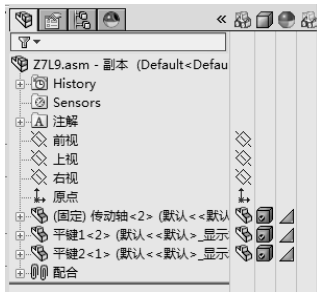
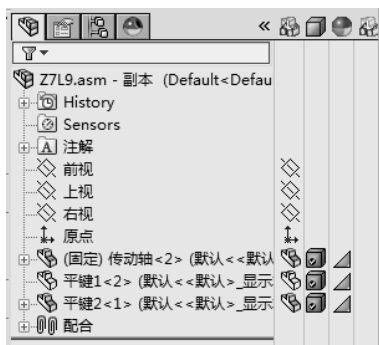
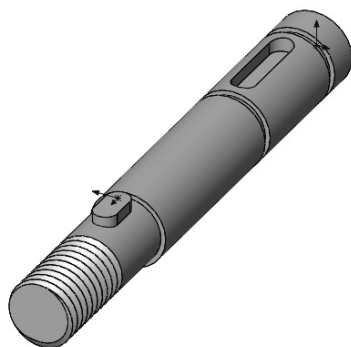

图 7-72 展开显示窗格
图 7-73 为“平键 1”零件单击选取隐藏
图 7-74 隐藏“平键 1”后的传动轴装配体
- [2] 单击 FeatureManager 窗格(位于标签右边)顶部的  可展开显示窗格, 如图 7-72 所示。为“平键 1”零件在隐藏/显示  列中单击选取【隐藏】, 如图 7-73 所示。隐藏“平键 1”后的传动轴装配体, 如图 7-74 所示。